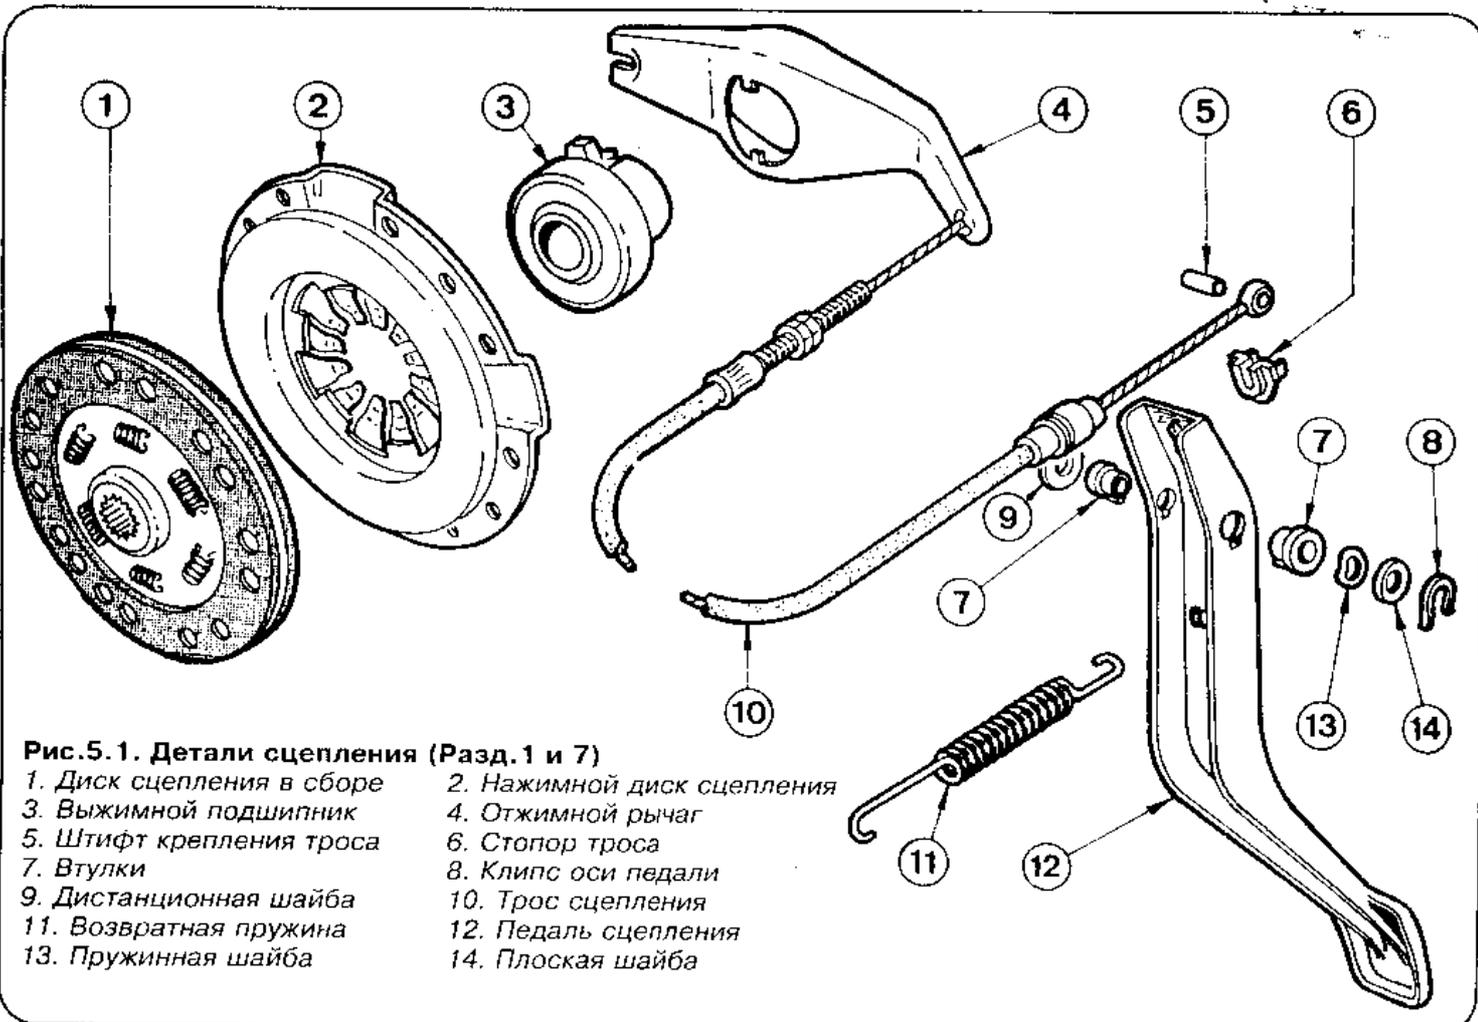

Рис.5.1. Детали сцепления (Разд.1 и 7)
4. Чтобы снять выжимной подшипник с отжимного рычага, просто поверните подшипник на 90° и снимите. Обратите внимание, какой стороной установлен подшипник (Рис.5.1).